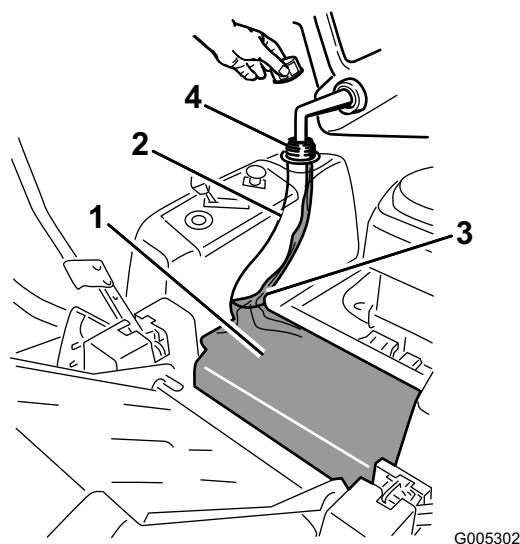

Figure 7
3. Ajoutez de l'essence ordinaire sans plomb jusqu'à ce que le réservoir soit plein, mais sans faire monter l'essence dans le goulot (Figure 7). L'espace au-dessus doit rester vide pour permettre à l'essence de se dilater. Ne remplissez pas le réservoir complètement.